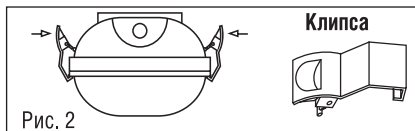

Рис. 2
- Установить светодиодные лампы Т8 (в комплект не входят) в ламподержатели. Закрепить рассеиватель клипсами, как показано на Рис. 2.